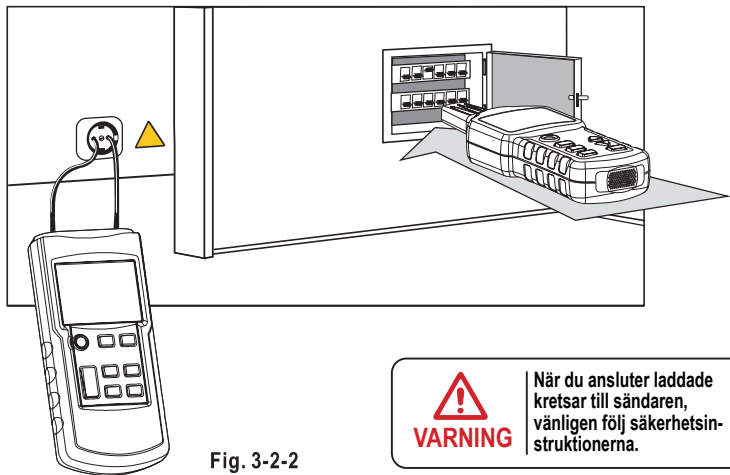

Fig. 3-2-2
I en byggnad med flera bostäder, använd Land N-portarna på uttaget för att mata signalerna från sändaren (som visas i Fig.3-2-2) och justera sändarens sändningseffekt till en lämplig nivå .
- Anslut sändaren enligt Fig.3-2-2.